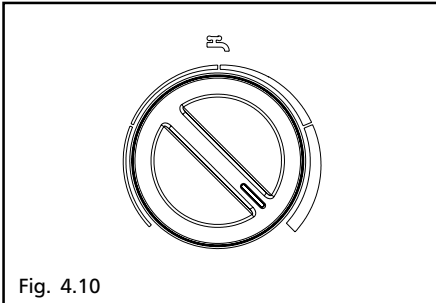

Fig. 4.10
Per regolare la temperatura dell'acqua sanitaria (bagni, doccia, cucina, ecc.), ruotare la manopola con il simbolo "☰" (fig. 4.10): in senso orario la temperatura aumenta, al contrario diminuisce.
In condizioni normali, quando il selettore di funzione è posizionato su "⏻", il visualizzatore digit indica " - - " (fig. 4.10) a meno che sia in corso la fase di antigelo (AF) oppure venga attivata la funzione analisi combustione (CO).